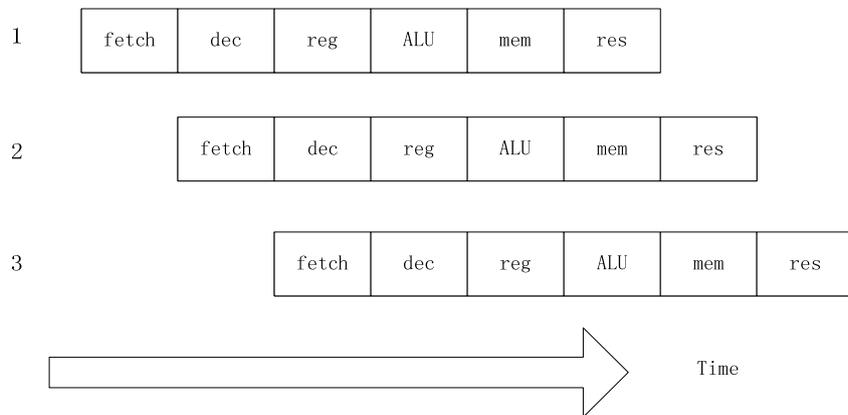

图 2.1 流水线的指令执行过程
采用上述操作顺序，处理器可以这样来组织：当一条指令刚刚执行完步骤①并转向步骤②时，下一条指令就开始执行步骤①。图 2.1 说明了这个过程。从原理上说，这样的流水线应该比没有重叠的指令执行快 6 倍，但由于硬件结构本身的一些限制，实际情况会比理想状态差一些。